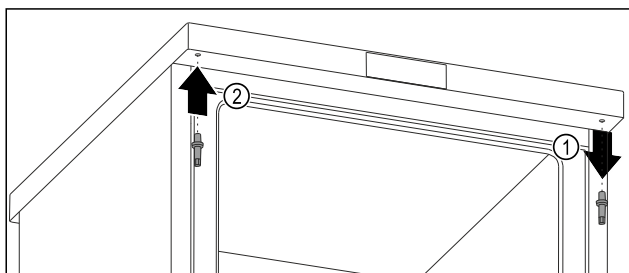

Fig. 14
- S ključem z zunanjim šestkotnikom odvijte zgornji sornik. Fig. 14 (1)
- S ključem z zunanjim šestkotnikom trdno privijte sornik na nasprotni strani. Fig. 14 (2)